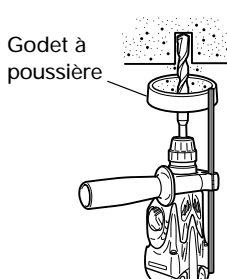
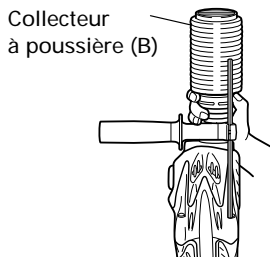

Fig. 4
Fig. 5
## 7. Lors de l'installation de la capuchon à poussière ou du collecteur de de poussière (B) (accessoires en option) (Fig. 4, Fig. 5)
Utiliser la capuchone à poussière en la fixant au foret comme montré dans la Fig. 4.
- Pose du collecteur à poussière (B)
Lors de l'utilisation du collecteur à poussière (B), l'insérer par le bout du foret en l'alignant avec la rainure sur la poignée (Fig. 5).